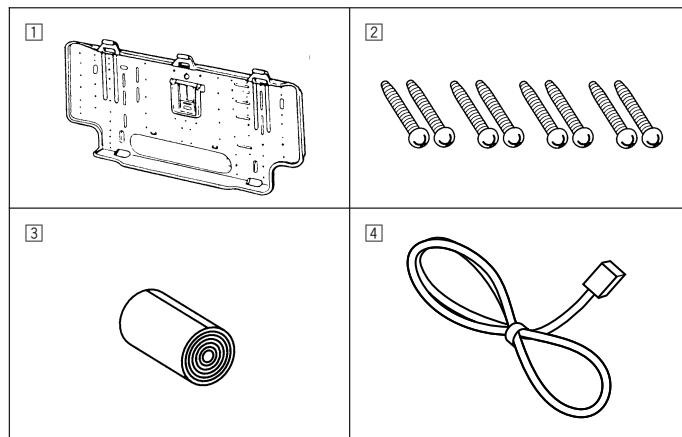

Fig. 3-1
3.1. Compruebe los accesorios y las piezas de la unidad interior (Fig. 3-1)